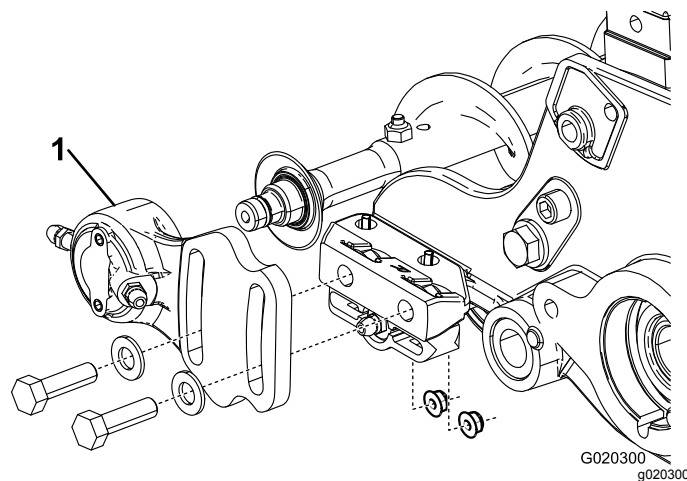
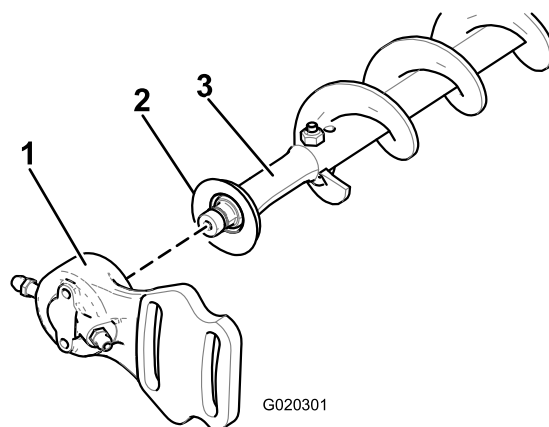

Figura 30
Figura 31
2. Fate scorrere l'alloggiamento del cuscinetto secondario e la guarnizione fino a estrarle dall'albero della spazzola (Figura 31).
1. Se sull'apparato di taglio è installata una spazzola per rullo, togliete i 2 bulloni, le rondelle e i dadi che fissano l'alloggiamento del cuscinetto secondario alla staffa di montaggio dell'alloggiamento del cuscinetto (Figura 30) e (Figura 31).
9. Installate la guarnizione e l'alloggiamento del cuscinetto secondario sull'albero della spazzola (Figura 31).